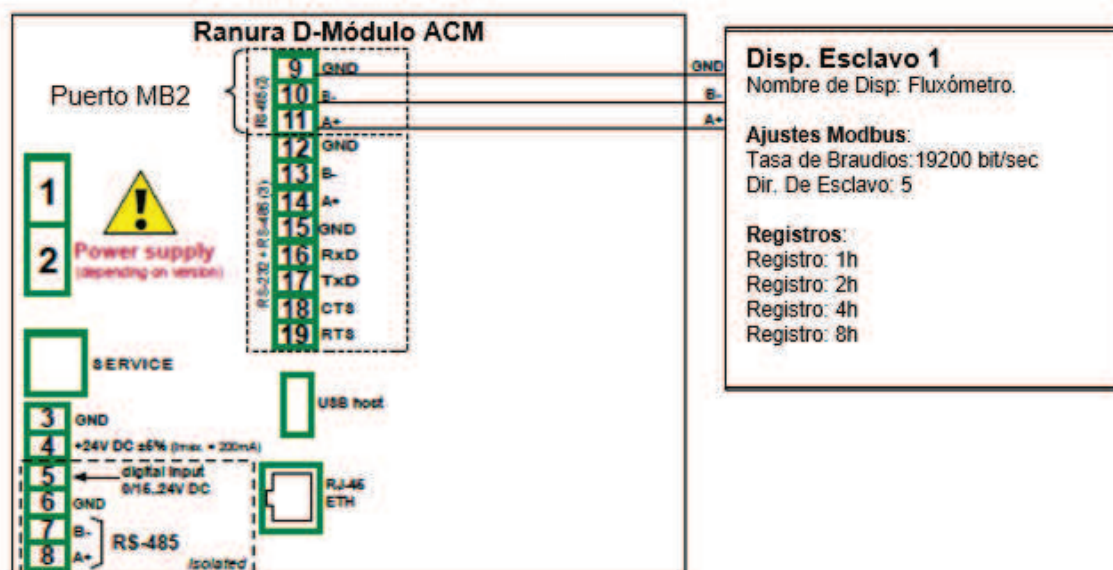

Fig. 7.155. Diagrama de conexión para el puerto Modbus MB2
Primero debemos configurar el dispositivo de acuerdo con las siguientes recomendaciones, luego conectarlo de acuerdo con la **Fig. 7.155**.
- utilizando las flechas en la esquina superior derecha, elija el número de **Puerto: 1 (MB1)** de acuerdo con la **Fig. 7.155**,